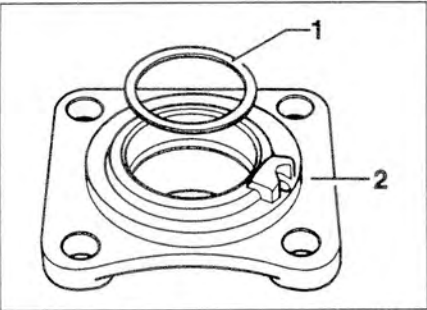

Рис. 5.92. Установите выбранную регулировочную прокладку (-ки) 1 в крышку корпуса 2.
12. Установите выбранную регулировочную прокладку (-ки) 1 в крышку корпуса 2 (рис. 5.92).